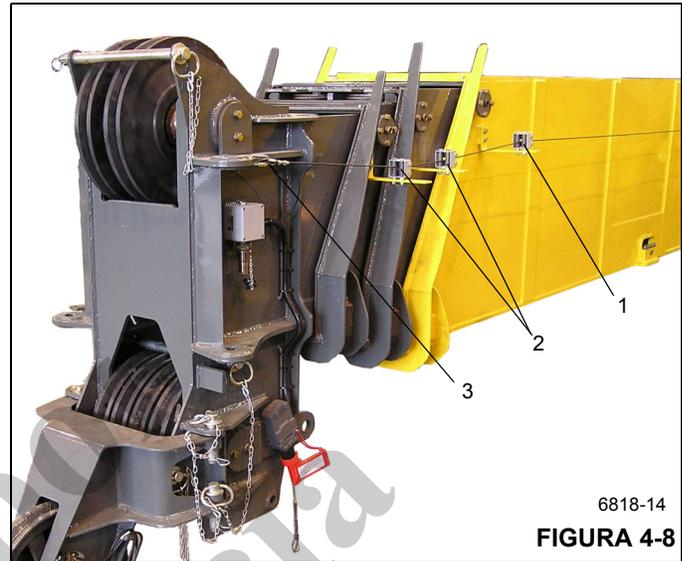

FIGURA 4-8
3. Desconecte el cable de la sección de extremo (Figura 4-8, 3), pase el cable a través de las guías
(Figura 4-8, 1) y conéctelo a la guía de cables de la sección de base (Figura 4-8, 2).